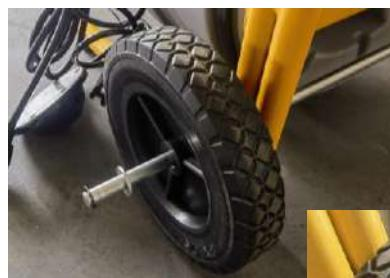

Рис. 3 – Установка колес
2. Наденьте одно колесо на ось так, чтобы выступ был направлен в сторону от зажима. (см. рис. 3.)